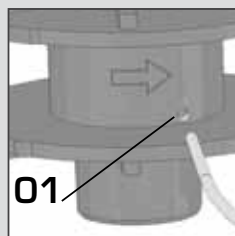

Fig. 09
Encaixe o fio no furo do carretel(1) conforme figura **[Fig 09].**